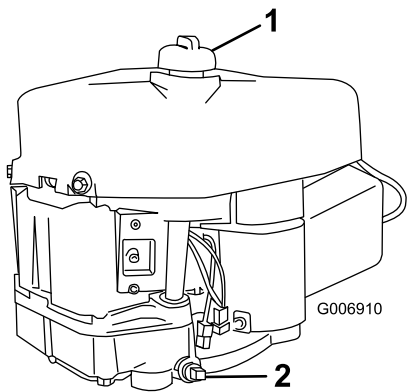

Figure 18
7. Placez un bac de vidange sous le bouchon de vidange et retirez ce dernier (Figure 18).
10. Versez lentement environ 80 % de la quantité d'huile spécifiée dans le trou de remplissage (Figure 18). Vérifiez le niveau d'huile (voir 4 et 5 dans Contrôle du niveau d'huile).
6. Versez lentement environ 80 % de la quantité d'huile spécifiée dans l'orifice de remplissage (Figure 18). Vérifiez le niveau d'huile (voir 7 et 8 dans Contrôle du niveau d'huile).